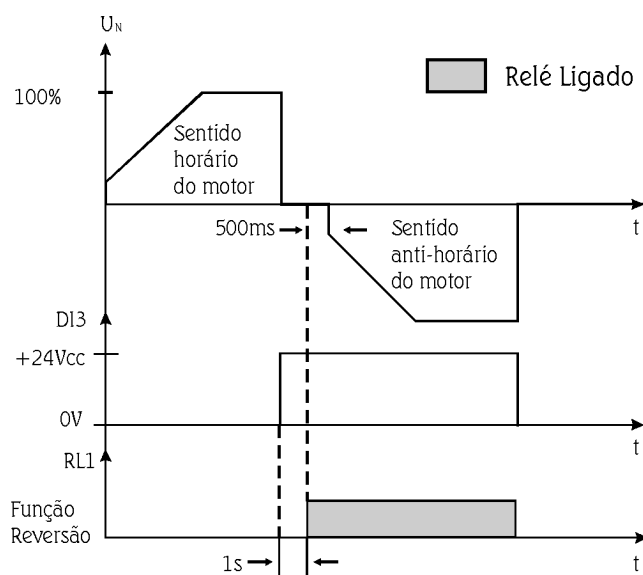

Figura 6.8 - Funcionamento do RL1 para reversão
3 - Função "Sentido de Giro", o relé é ligado quando a entrada digital (DI3) é mantida fechada, e desligado quando aberta. O relé RL1 apenas comandará um contator que deverá ser ligado na saída da SSW-03 Plus, o qual fará a reversão de 2 fases de alimentação do motor. Conforme mostrado na figura 6.8 e item 9.7.